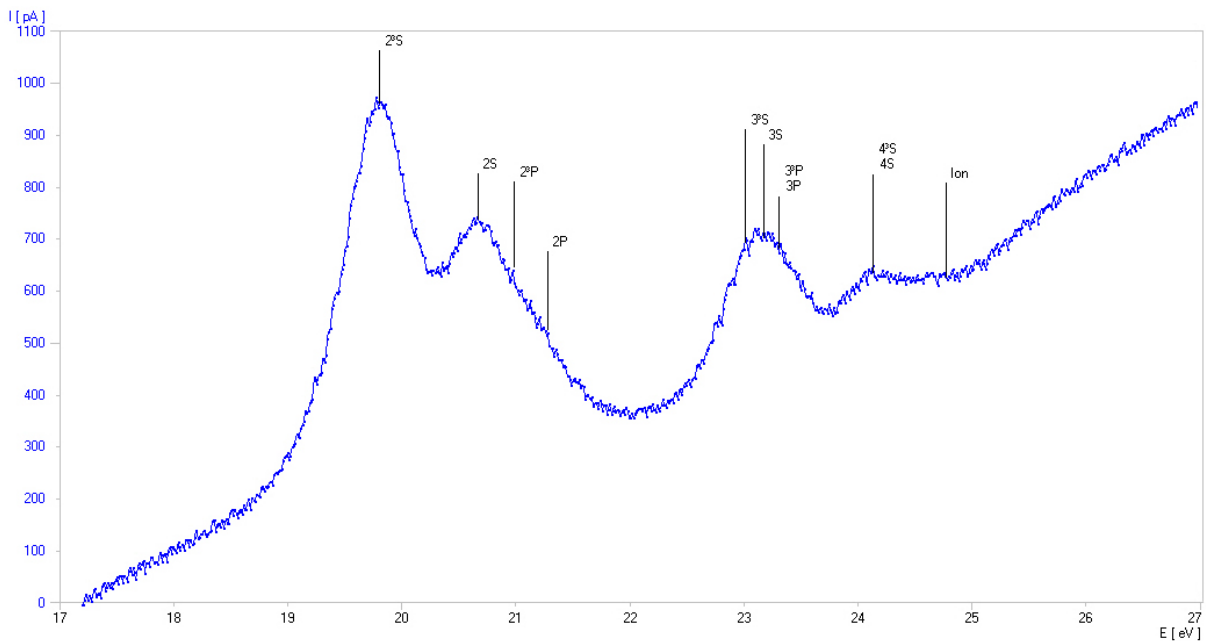

Fig. 3: Determinación de los potenciales críticos del átomo de He (Curva de medida registrada con el 3B NETlog™)
- Se crea un diagrama teniendo en el eje-X la magnitud  $E$  y en el eje-Y la magnitud  $I$ . (ver Fig. 3).